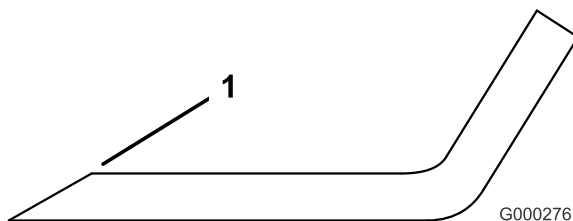

Figura 85
3. Inspeccione as extremidades de corte de todas as lâminas e afie-as se apresentarem sinais de desgaste ou ranhuras (Figura 85).
Nota: Afie apenas a zona superior da parte cortante e mantenha o ângulo de corte original para garantir um desempenho eficaz da lâmina (Figura 85). A lâmina mantém o equilíbrio se for retirada a mesma quantidade de metal de ambas as partes cortantes.